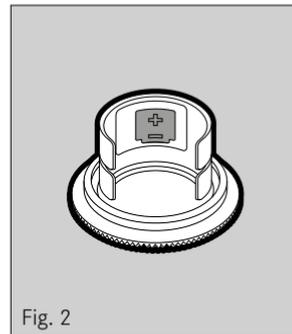

Fig. 2
- ▶ Inserir a pilha na tampa do compartimento das pilhas ou remover da tampa do compartimento das pilhas (fig. 2) com o polo positivo virado para a abertura.